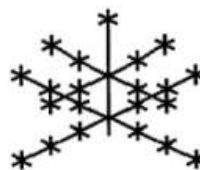

Рис. 16
**№ 41. Как называется структура, схема которой представлена на рис. 16?**